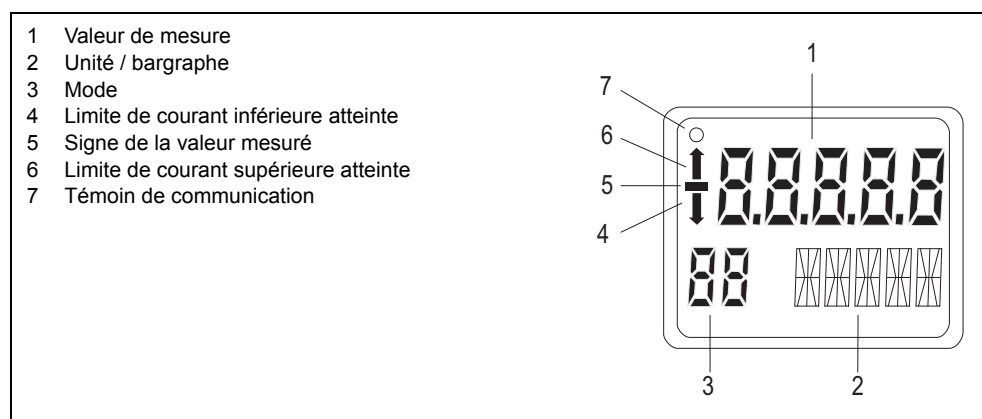

Figure 12 Composition de l'indicateur numérique
Un indicateur numérique standard enfiché sert à l'affichage sur place de la valeur mesurée (1, Figure 12, p. 26) avec l'unité (2), le signe (5), l'état (4, 6) et le mode (3).